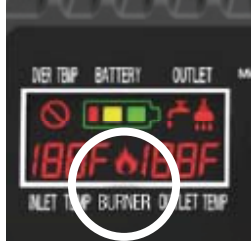

FIG. 5
- Coloque la perilla de control de temperatura en la posición central. Presione el botón de la bomba, escuchará la ignición electrónica encendiendo el quemador. Cuando la unidad se encienda, se encenderá el ícono del quemador en el panel de control y aumentará la indicación de la temperatura de salida del agua. (FIG. 5)
- Escuchará la ignición electrónica encendiendo el quemador, luego se encenderá el ícono de "Burner" en la pantalla y aumentará la indicación de la temperatura de salida del agua. (Fig. 5)